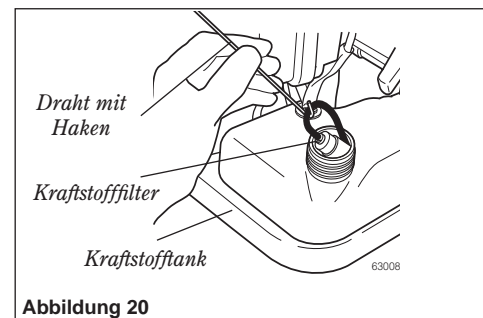

Abbildung 20
- **KRAFTSTOFFFILTER** Verwenden Sie einen Draht mit einem Haken, um den Kraftstofffilter aus dem Tank zu entfernen. Siehe Abbildung 20.